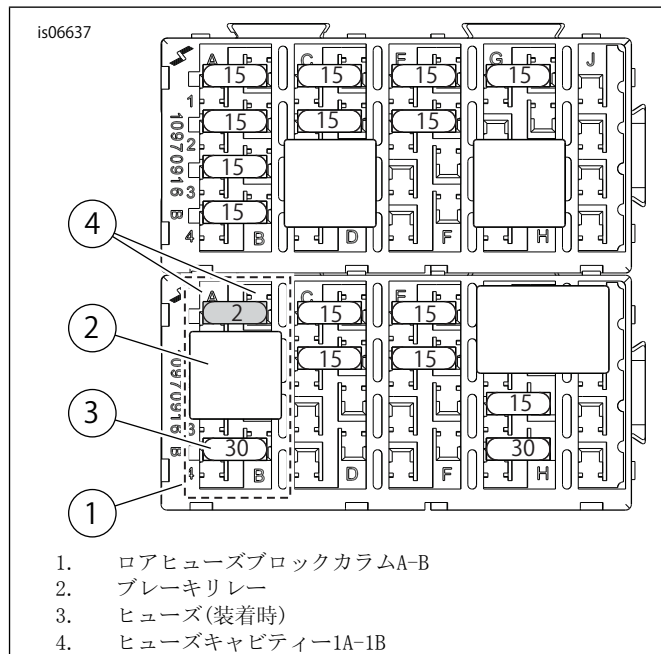

図11。P&AIGNヒューズキャビティ (2008年以降のTouringモデル)
3. 図11を参照してください。ロアヒューズブロック(1)上のヒューズキャビティ1A-1B(カバーに「P&A IGN」、「2A MAX」と記載)を見つけます。現在カラムA-Bに取り付けてあるブレーキリレー(2)を取り外します。ヒューズ(3)が取り付けられている場合はそれも取り外してください。それぞれの位置に気を付けてください。